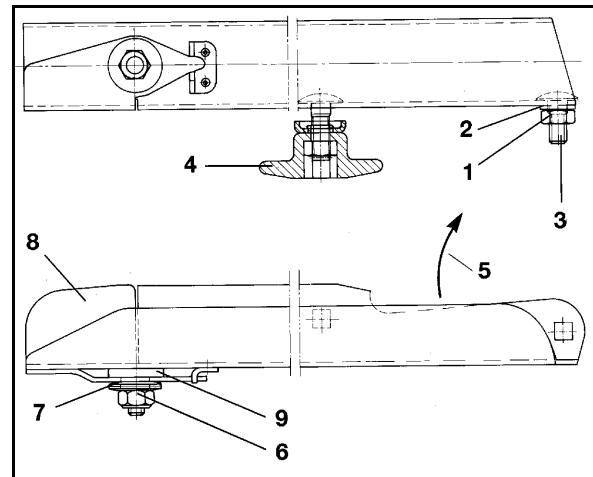

Рис. 90
Уделяйте пристальное внимание правильности монтажа распределяющих лопастей! Открытая сторона П-образной распределительной лопасти обращена к направлению вращения (Рис. 90/5).
1. Отвинтите и снимите фиксирующий палец (Рис. 90/3).
2. Отвинтите и снимите резьбовое соединение с быстрым расцеплением (Рис. 90/4).
4. Замените использованные самопорящиеся гайки (Рис. 90/1) фиксирующих пальцев на не бывшие в употреблении самопорящиеся гайки.
5. Зафиксируйте соответствующую распределительную лопасть подвижно на распределительном диске с помощью фиксирующего пальца, шайбы и не бывшей в употреблении самопорящейся гайки (Рис. 90/1).
6. Затяните с помощью инструмента самопорящуюся гайку (Рис. 90/1) таким образом, что Вам еще удастся повернуть распределительную лопасть вручную.
7. Установите соответствующее резьбовое соединение с быстрым расцеплением (Рис. 90/4), состоящее из винта с полупотайной головкой, тарельчатой пружины и барашковой гайки. Убедитесь, что открытая сторона тарельчатой пружины обязательно обращена к распределяющему диску.
9. Вручную (без использования инструмента) затяните соответствующую барашковую гайку винтового соединения с быстрым расцеплением (Рис. 90/4).